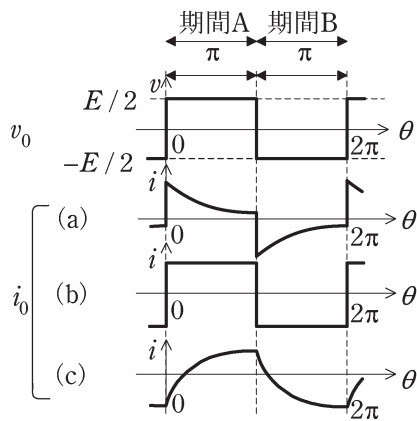
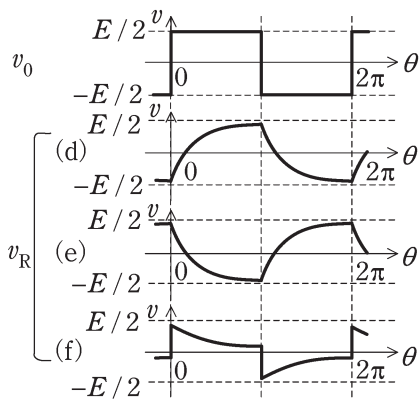
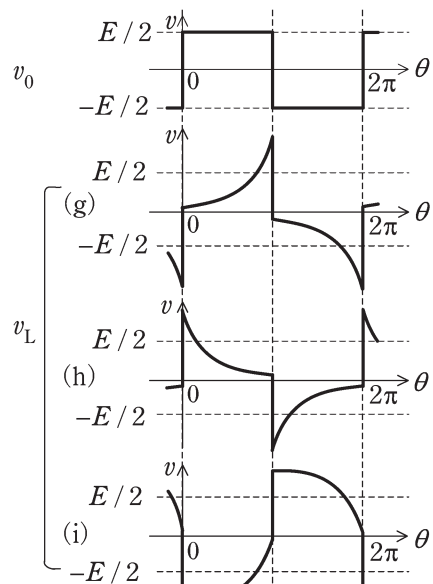

図2 動作波形
図3 動作波形
図4 動作波形
ここで負荷が誘導性の場合を考える。図2の交流電流 i_0 の波形は、負荷の種類(抵抗、誘導性、容量性)に応じて流れる電流波形を順不同に示しているが、負荷が誘導性の場合に電圧 v_0 に対して流れる電流 i_0 としてとり得る波形は図2 (2) である。このときに、負荷の中で抵抗 R にかかる電圧 v_R の波形は図3 (3) である。また、インダクタンス L にかかる電圧 $v_L = v_0 - v_R$ の波形は図4 (4) である。図2の電圧 v_0 と図2 (2) の電流 i_0 において、高調波成分を除いた基本波成分の電圧 v_f と電流 i_f の関係は、電圧 v_f に対して (5) の電流 i_f が流れている。